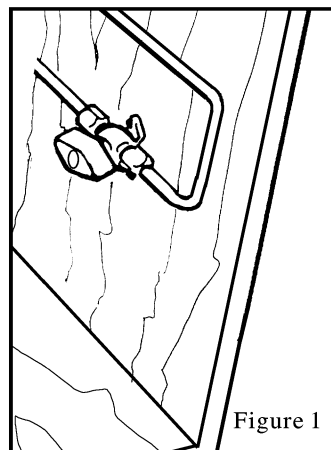

Figure 1
- Fermer les vannes sur le circuit (dans le placard sous le four) et sur la bouteille quand les appareils ne sont pas utilisés. Fermer les vannes avant tout changement de bouteille et immédiatement en cas d'urgence. (fig 1)
- *Shut the valves in the system (under the oven) and on the cylinder when the appliances are not in use. Close the valves before any change of cylinder and immediately in case of emergency (fig.1),*